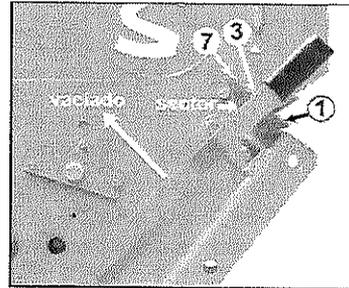

fig. 11
- N° 1, pour petites semences (fig. 11)
- N° 3, pour blé et orge (fig. 11)
Pour vider la trémie, on doit placer l'auget sous les distributeurs et on doit faire bouger le levier jusqu'à dépasser le n° 7. (fig. 11)